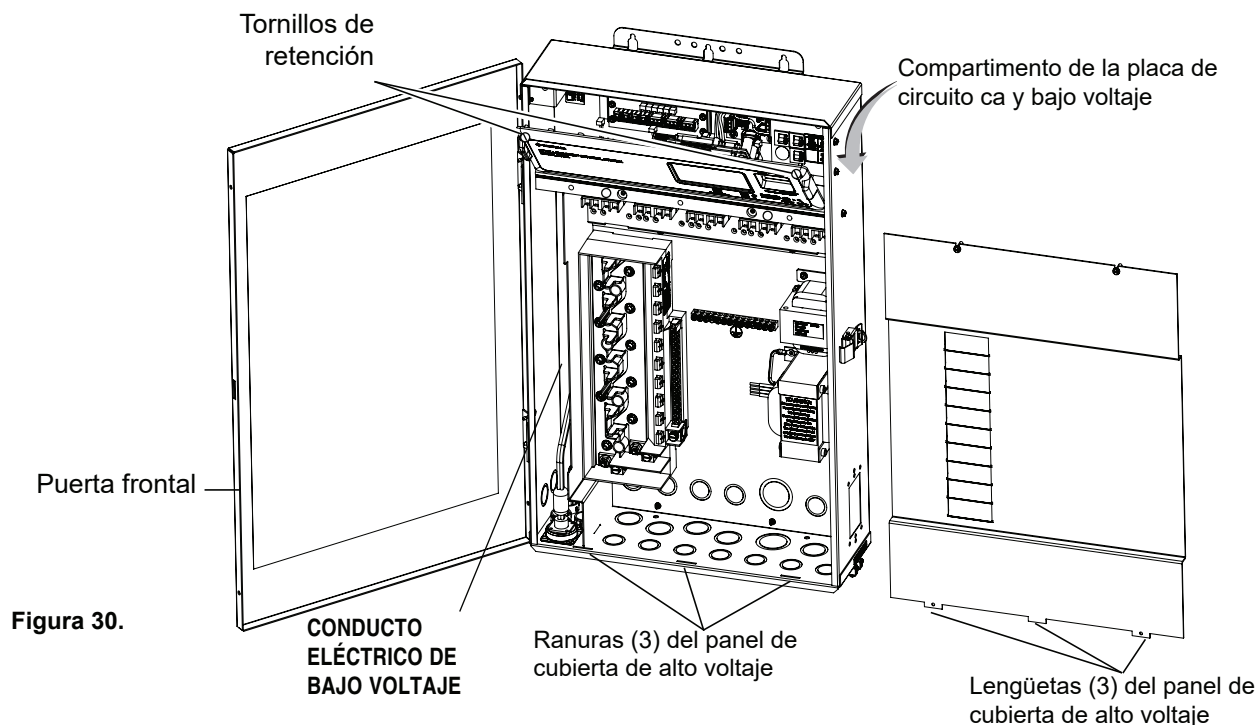

Figura 30.
2. Abra el pestillo de la puerta frontal y abra la puerta frontal. Quite los dos tornillos de retención del panel de la cubierta de alto voltaje y quite el panel. Ver Figura 30.
6. Vuelva a colocar el panel de alto voltaje: Inserte las tres lengüetas del panel en las ranuras inferiores de la carcasa. Asegure el panel con los dos (2) tornillos de retención. Cierre la puerta frontal y asegúrela con el pestillo. Figura 30 en la página 38.